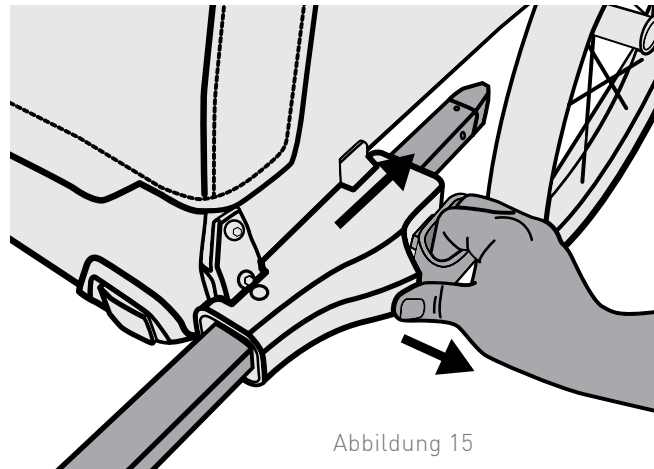

Abbildung 15
2. Stellen Sie die Zugstange in den Schiebe-Modus (Abbildung 15), indem Sie den Zweit- Sicherheitsstift entfernen, am Verriegelungsgriff des Quick Receivers ziehen und die Zugstange weiter in Richtung Anhänger schieben, bis sie einrastet. Bringen Sie nun den Zweit- Sicherheitsstift wieder an.